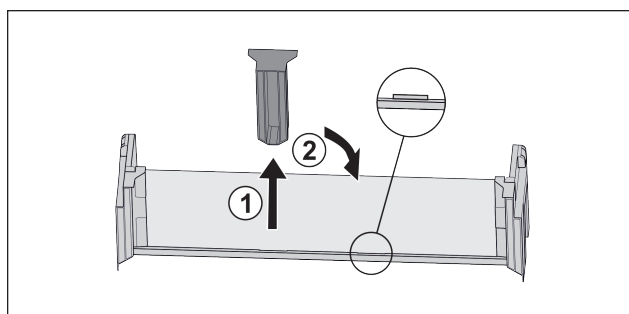

Fig. 17
- ▶ Skinite srednji pridržni dio Fig. 17 (1).
- ▶ Umetnite srednji pridržni dio na drugom položaj Fig. 17 (2).